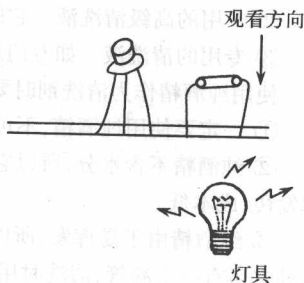

图1-2 灯光运用示意图
(10) 整形锉 整形锉用来锉削一些金属制零部件或用来除锈等。
(11) 灯具 灯具用来照明。修理中,在检查机壳底部的元器件时,可以使用灯具照明,以方便检修。另外,在进行电路观察时也要用到灯具,将灯具的光照在电路板的铜箔线路一面,在装有元器件的一面可以清楚地看出铜箔线路的走向,可以看出铜箔线路与哪些元器件相连,如图1-2所示。